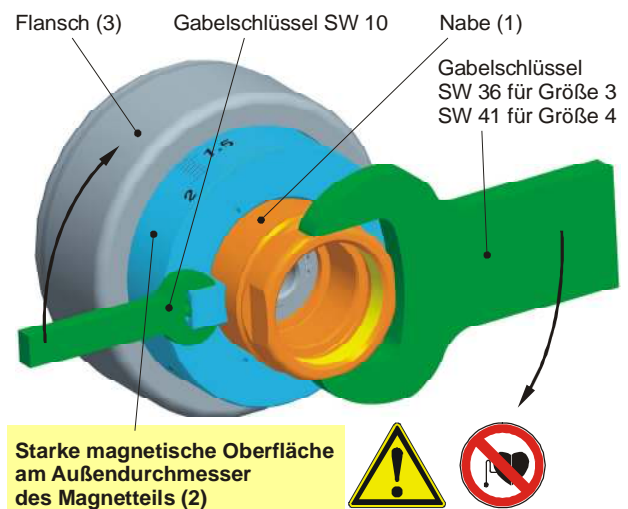

Bild 4
ROBA[®]-contitorque besitzt eine starke magnetische Oberfläche am Außendurchmesser des Magnetteils (2) (siehe Bild 4 auf Seite 4). Metallische Gegenstände dürfen nicht in die Nähe dieser Oberfläche gebracht werden, um Quetschverletzungen an Personen und Beschädigungen an der Kupplung zu vermeiden.
Zum Gegenhalten empfehlen wir die Verwendung eines Gabelschlüssels SW36 bei Größe 3 bzw. SW41 bei Größe 4, der in die Schlüsselfläche der Nabe (1) eingreift, wie in Bild 4 auf Seite 4 dargestellt.